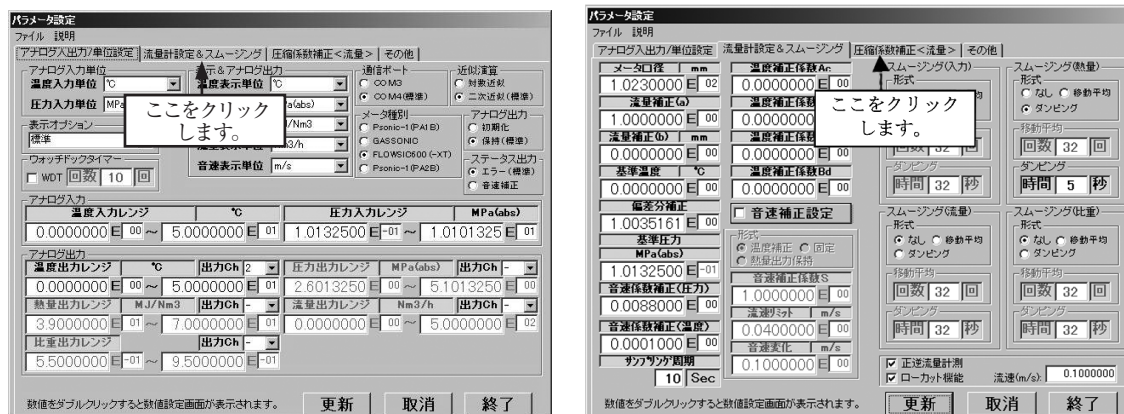

図 8.4.1 パラメータ設定画面への移行
2. 図8.4.1のような状態になりますので、表示したい項目(タブ)をクリックします。